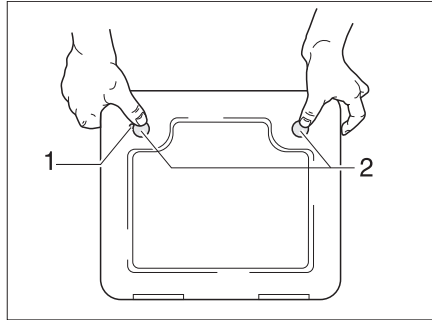

Fig. 364 Sportello per la cassetta della toilette
- Aprire lo sportello della cassetta all'esterno del veicolo. Inserire la chiave nel cilindro della serratura a pressione (Fig. 364,1) e ruotare di un quarto di giro.
- Premere contemporaneamente con i pollici entrambe le serrature a pressione (Fig. 364,2) e aprire lo sportello per la cassetta.